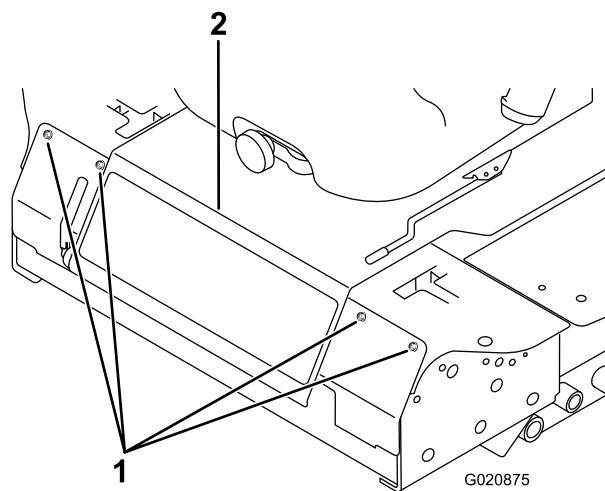

Рисунок 57
3. Снимите болты крепления передней панели и снимите переднюю панель (Рисунок 57).